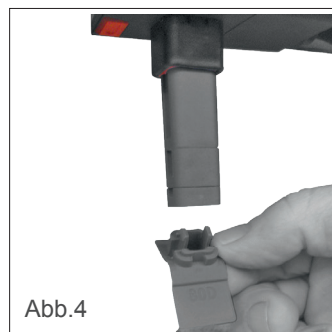

Abb.4
- 2.6. Behang in Richtung AB fahren. Formteil ausklipsen und entsprechende Verlängerung(en) einsetzen. Formteil wieder einklipsen Abb.4.